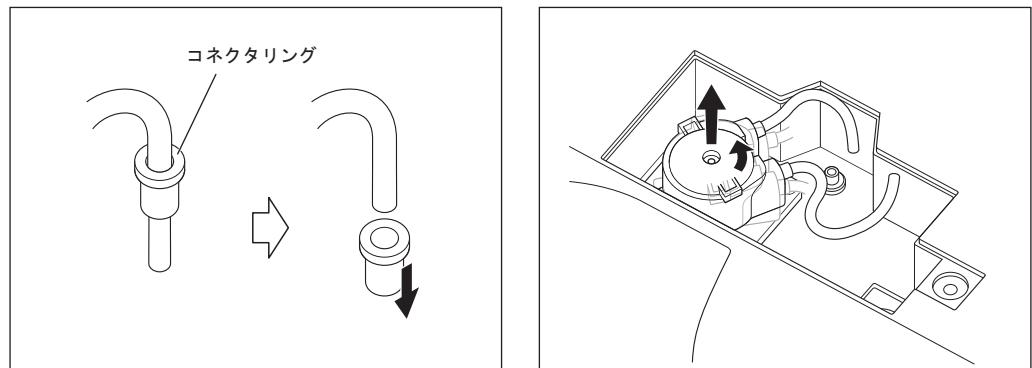

図54
- 4) ポンプチューブからコネクタリングを取り外します。取り外したリングは新しいポンプに使用しますので、なくさないように注意してください（図54）。